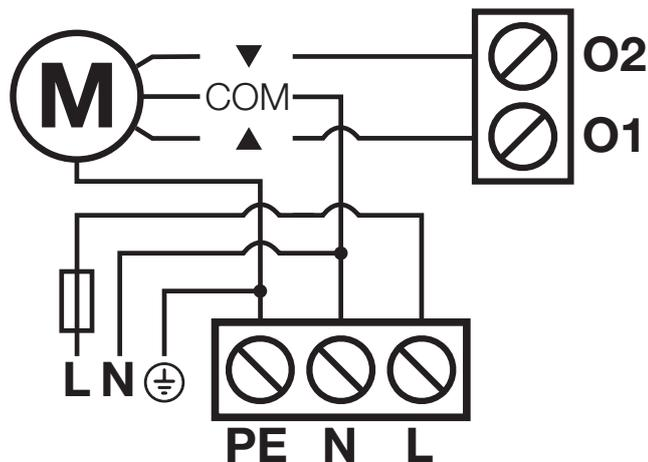

fig.8 Ligações eléctricas
6. Ligar os fios aos terminais, respeitando o esquema da fig. 8 e as operações descritas nos capítulos 4.1, 4.3 e 4.4.